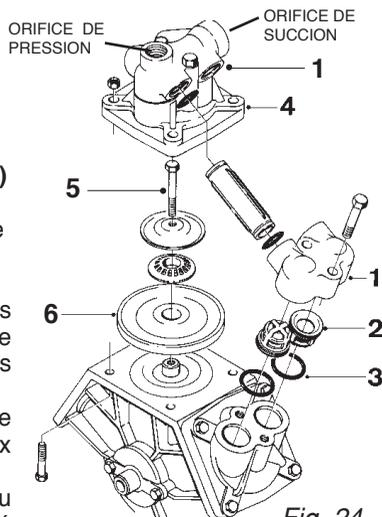

Fig. 24
1. Enlevez les couvercles de soupape (1) (Fig. 24). Avant de remplacer les soupapes (2) (Fig. 24), prenez note de l'orientation des soupapes, pour les réinstaller correctement.
2. Il est recommandé d'utiliser des joints toriques (3) (Fig. 24) neufs pour le remplacement ou la vérification des soupapes.
3. Retirez les couvercles de diaphragme (4) (Fig. 24) pour accéder aux diaphragmes.
4. Enlevez le boulon (5) (Fig. 24) du diaphragme, après avoir désassemblé le couvercle de soupape comme indiqué ci-dessus. Le diaphragme (6) (Fig. 24) peut maintenant être remplacé.